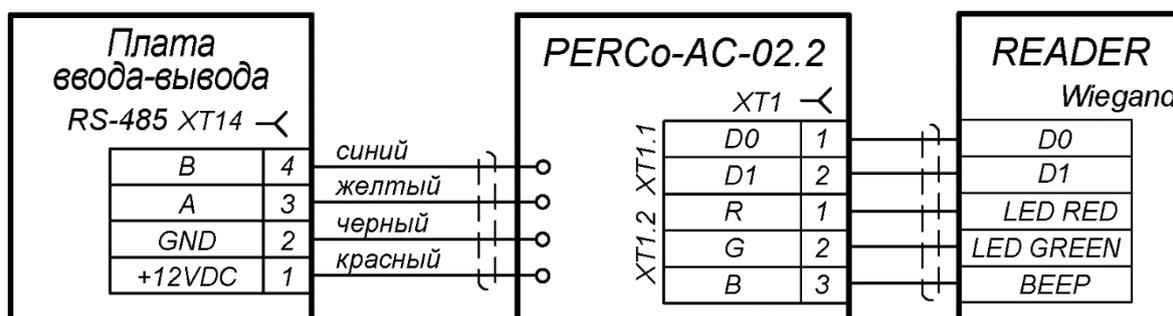

Рисунок 13. Схема подключения RFID-считывателя через конвертер AC-02.2
- По интерфейсу RS-485, контакты А и В клеммной колодки XT14 платы ввода-вывода (22). По RS-485 подключается считыватель **PERCo-IR10.1**, а также считыватели сторонних производителей, имеющие интерфейс связи Wiegand-26 (32, 34, 37, 40, 42, 48, 50, 56, 58, 64, 66) через конвертер **PERCo-AC-02.2**, см. схему на рис.13.
- По интерфейсу Ethernet – к свободному гнезду коммутатора (20).